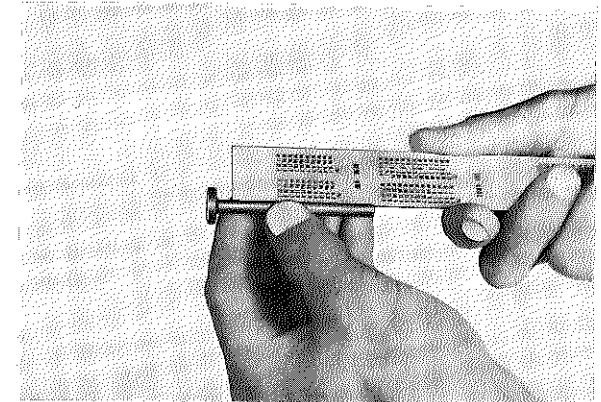

Fig. 3-3-28
10. Check push rod 1 for bends. If it is bent, even though slightly, replace. (Fig. 3-3-28)
10. Vérifier si le champignon de débrayage n'est pas déformé, et le remplacer si c'est le cas. (Fig. 3-3-28)
10. Schubstange 1 auf Biegung prüfen. Falls sie verbogen ist, wenn auch nur wenig, muß sie ersetzt werden. (Fig. 3-3-28)